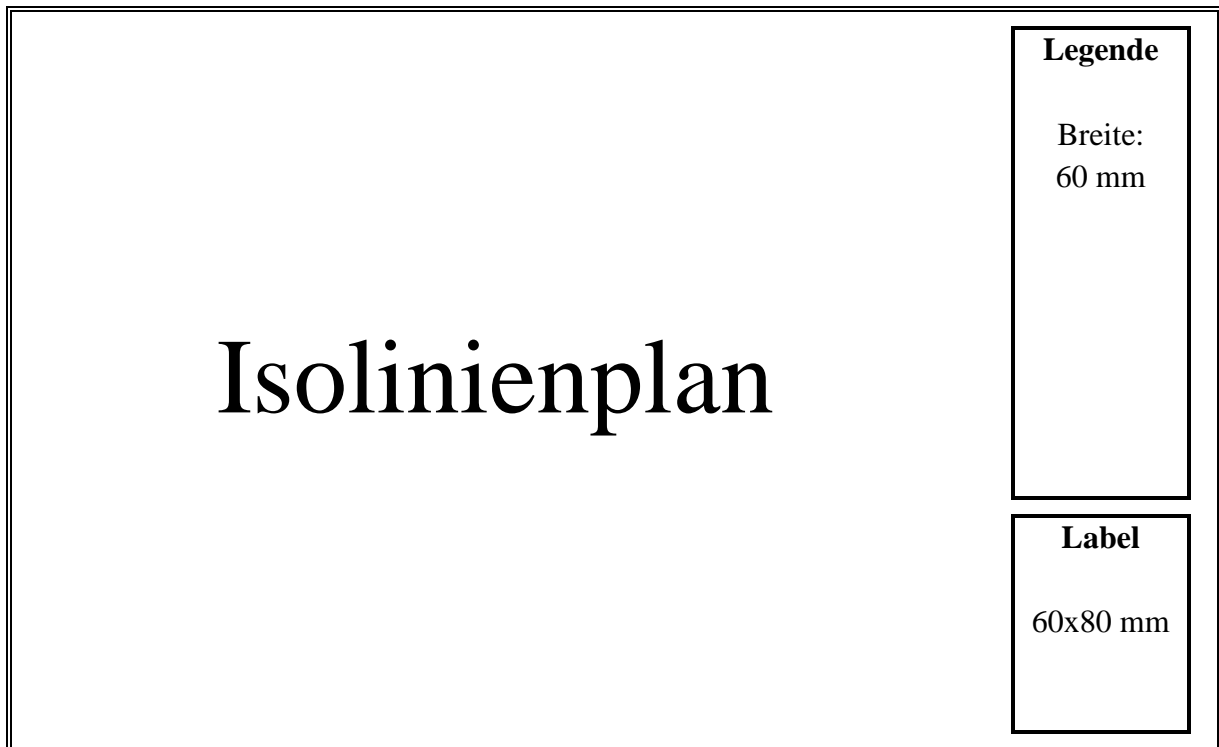

Abbildung 2-10: Anordnung Isolinienplan, Label und Legende
**Label und Legende** gehören nicht direkt zum PCGEOFIM-Grafik-Format. Das Aussehen und die Anordnung sind aber festgelegt. In Abbildung 2-10 ist die prinzipielle Anordnung zu sehen.